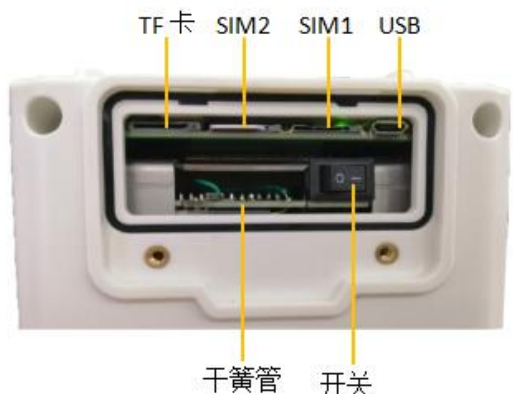

图 7
- 使用磁铁靠近干簧管的位置（如图 7），激活设备 WiFi 热点（名称：F-PLS200_*****, 其中 ***** 为出厂编号）。